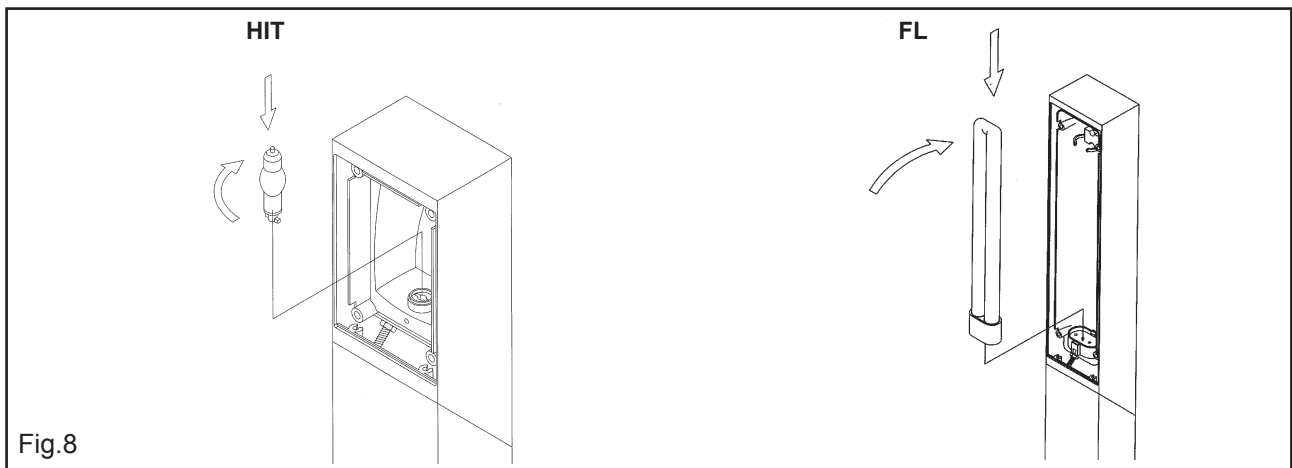

Fig.8
- I** Fig.8 Inserire la lampada. **F** Fig.8 Insert the globe. **RUS** Рис.8 Ставить лампочку.
GB Fig.8 Insérer l'ampoule. **E** Fig.8 Colocar la bombilla.
D Abb.8 Glühbirne einführen. **P** Abb.8 Colocar a lâmpada.